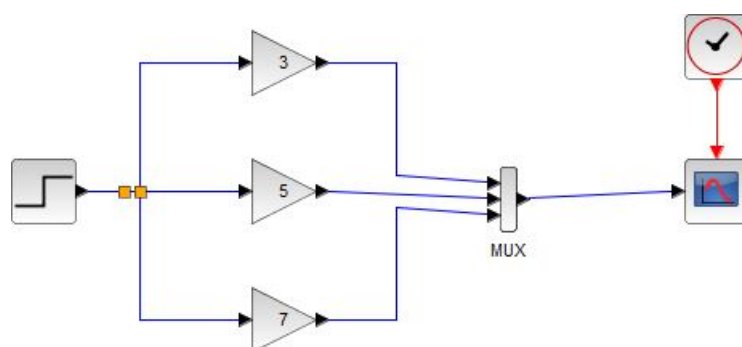

Рисунок 3.1 – Модель дослідження перехідних характеристик підсилювальної ланки
3.1 Побудуйте модель (див рис. 3.1) відповідно до рисунку 3.2. Уведіть